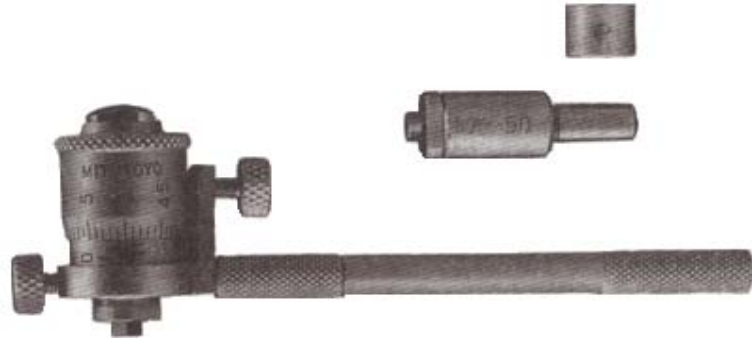

Figura 3.47
C. Micrómetros de interiores tubular tipo varilla intercambiable (figura 3.47)